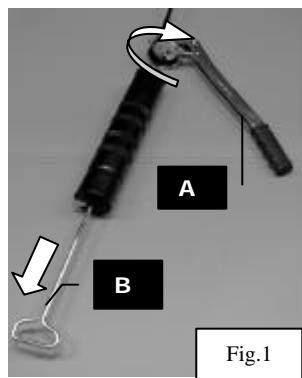

Fig.1
Svitare la leva (A) dal corpo della pompa e tirare l'asta (B) fino al suo arresto (**Fig. 1**).
*Unscrew the lever (A) from the body of the pump and pull the (B) staff up to his stop (**Fig. 1**).*